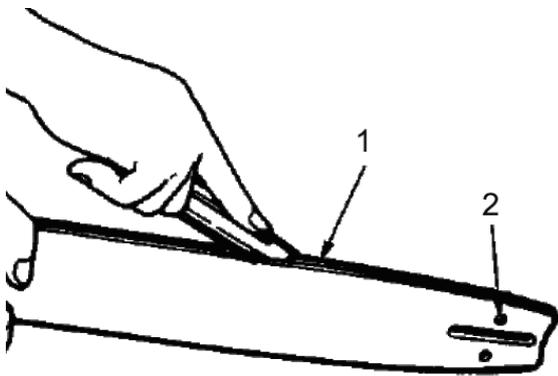

Fig.47
- Nettoyer périodiquement la rainure de glissement de la chaîne (1) et les passages de l'huile (2). (Fig.47)